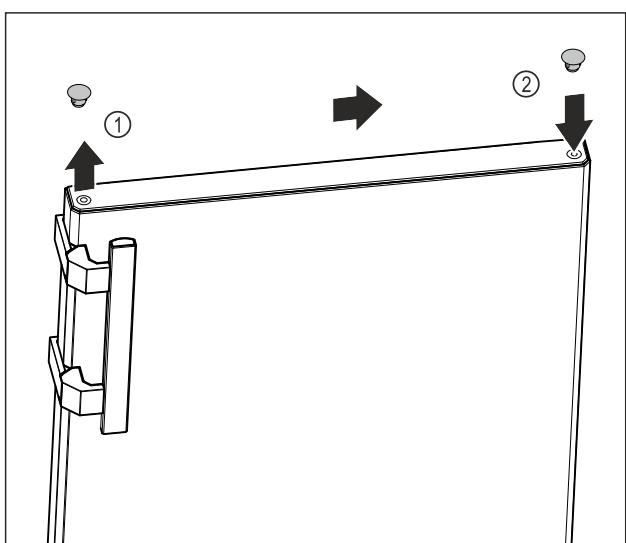

Fig. 10
- Обережно підніміть заглушки у верхній частині дверцят Fig. 10 (1) за допомогою шліщової викрутки.
- Вставте заглушки з протилежного боку. Fig. 10 (2)